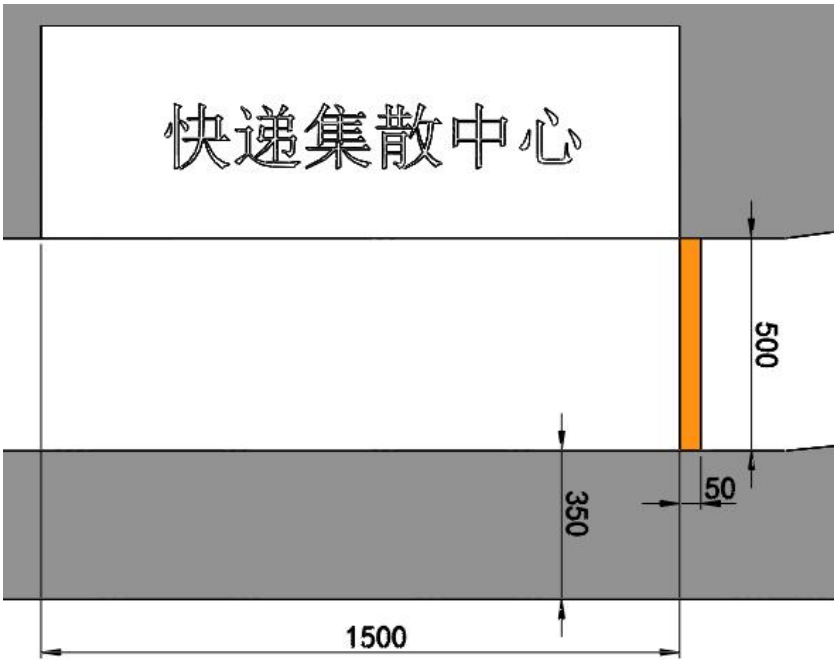

图 12 终点示意图（单位：mm）
5. 终点示意图：如图 12 所示，快递集散中心一侧的赛道上设有橙色色带，尺寸为 500mm×50mm。